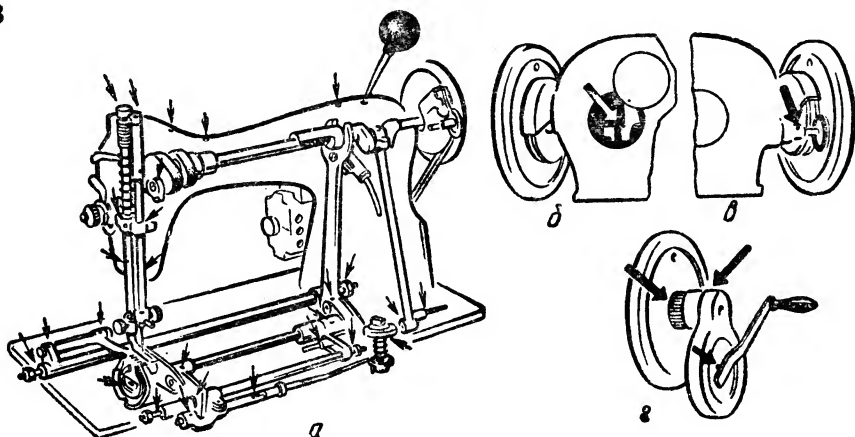

Рис. 93. Схема смазывания швейной машины (а) и ее отдельных деталей: узла регулятора строчки (б), деталей моталки (в), фрикционного винта (г).
После чистки деталей и смазочных отверстий машину смазывают. Смазку осуществляют с помощью масленки, наносят по 1—2 капли машинного масла в каждое смазочное отверстие или непосредственно в места соединения деталей (рис. 93). При смазывании надо следить, чтобы масло не попало на приводной ремень.
- ?! 1. Почему необходимо чистить и смазывать машину? 2. Какие детали машины чистят и смазывают, снимая игольную пластинку? 3. Рассмотрите схему смазывания машины (см. рис. 93) и объясните: почему некоторые детали смазывают через смазочные отверстия? Как смазывают стержень лапки и игловодитель?
**Оборудование:** швейная машина, отвертка, масленка с маслом, протирочный материал, схема смазывания (см. рис. 93).